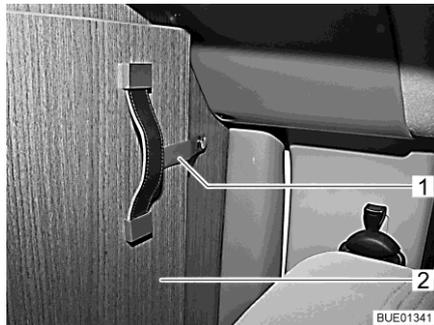

Fig. 52 Bande de sécurité
- Détacher la bande de sécurité (Fig. 52,1) de la partie rabattable de la séparation pour la cabine de conduite (Fig. 52,2).